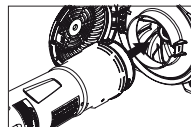

Fig. 06
3. Insira o tubo superior do aspirador na entrada do motor e gire o tubo superior no sentido horário com ambas as mãos até que a aba da trava se coloque em seu lugar [Fig. 06].